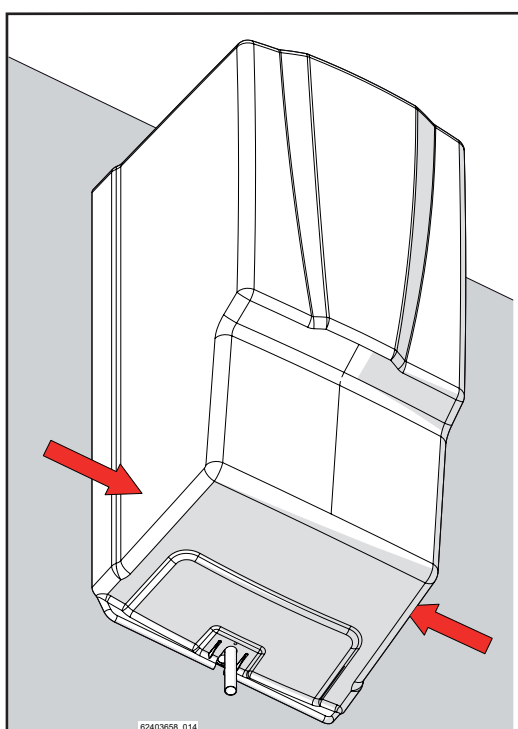
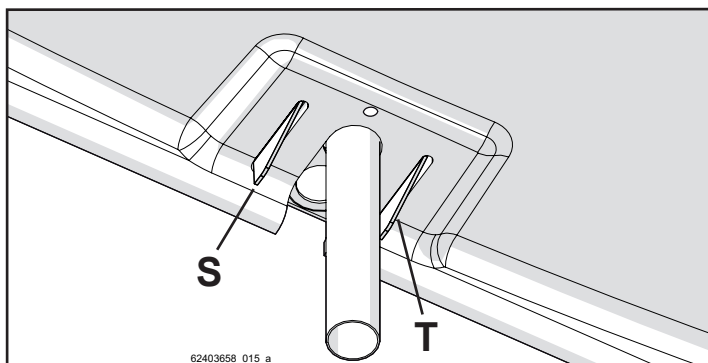
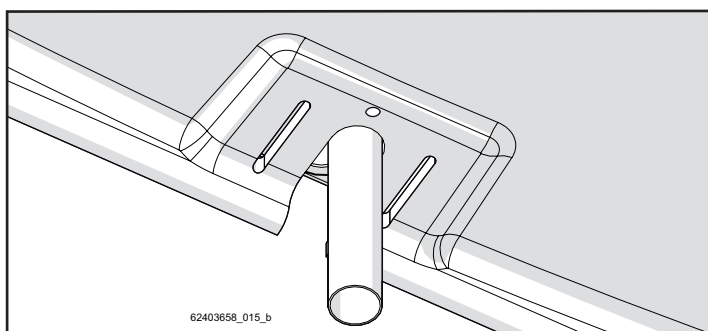

Figure 5-78
Figure 5-79
Figure 5-80
- Appliquer une pression avec les mains sur les zones indiquées par les flèches illustrées à la Figure 5-78; en passant de la position des deux mouchoirs « S » et « T » représentés à la Figure 5-79 à la position de la Figure 5-80;